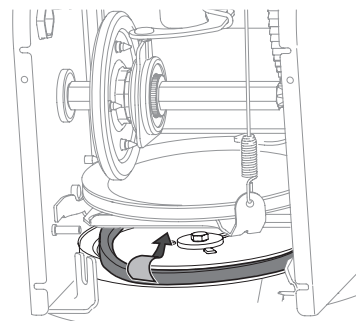

Figura 4-18
4. Retire la correa de alrededor de la polea de la barrena y deslice la misma entre la ménsula de soporte y la polea de la barrena. Consulte la Figura 4-18.